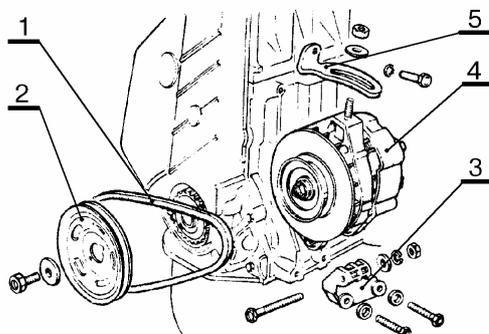

Рис.10.
- ослабить натяжение ремня и снять ремень 1, рис.10 (ключи кольцевые 17, 19 или головки сменные 17, 19, вороток и удлинитель или гайковерт типа ИП - 3111);